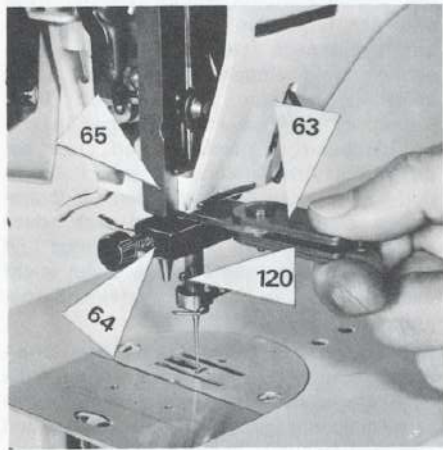
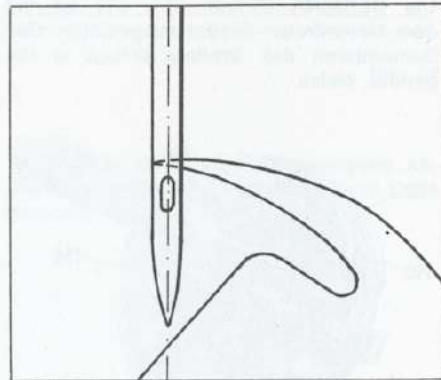

Bild 26
Bild 28
Auf der Nadelstange (120) wird, wenn sie in der Tiefstlage steht, ein Klemmstück (64) 398 005 04 derart befestigt, dass sich zwischen Unterkante Ständer und Oberkante Klemmstück (64) die Distanzlehre (63), also 2,6 mm, einschieben lässt. (Bild 26). Nunmehr zieht man die Distanzlehre (63) heraus und dreht am Handrad in der Laufrichtung, bis das Klemmstück (64) an der Unterkante des Ständers anstößt. In dieser Stellung muss die Greiferspitze mit der Aussenkante links der Nadel abschneiden. (Bild 28).